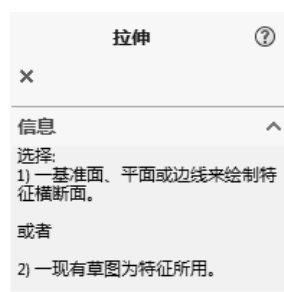

图 5.1.22 “拉伸”对话框
Step1. 选择命令。选择下拉菜单 **插入(I) → 凸台/基体(B) →  拉伸(E)...** 命令(或单击“特征(F)”工具栏中的  按钮),系统将弹出图 5.1.22 所示的“拉伸”对话框。